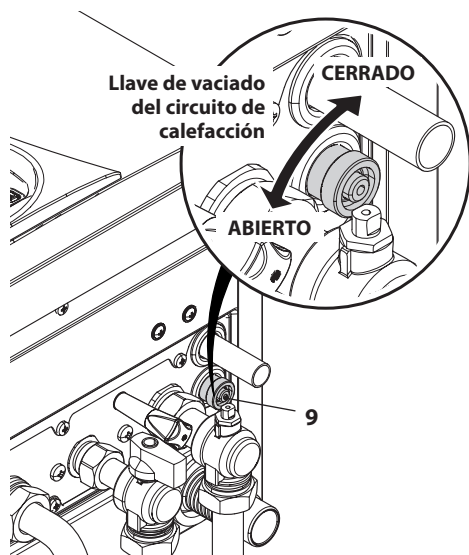

Figura 9.10
- Afloje la llave de vaciado del circuito de calefacción 9 indicada en la Figura 9.10.